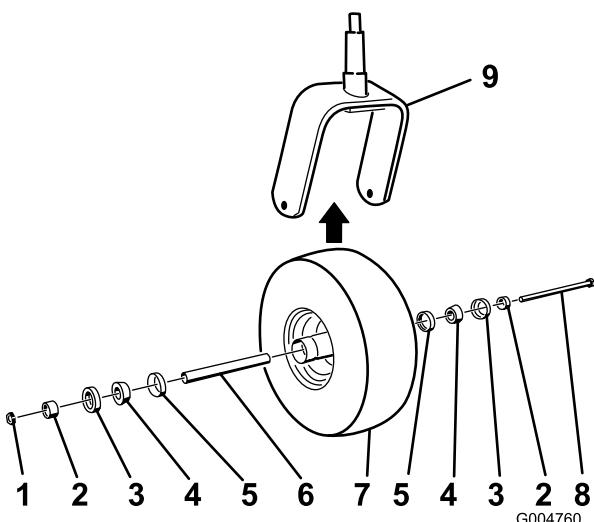

図 50
- キャスタホイール・アセンブリをキャスターフォークに保持しているボルトからロックナットを外す（図 50）。
5. コーンベアリングにグリスをパックし、ベアリングとシールをホイールハブに入れ、図 50 に示すようにキャスタホイールを組み付ける